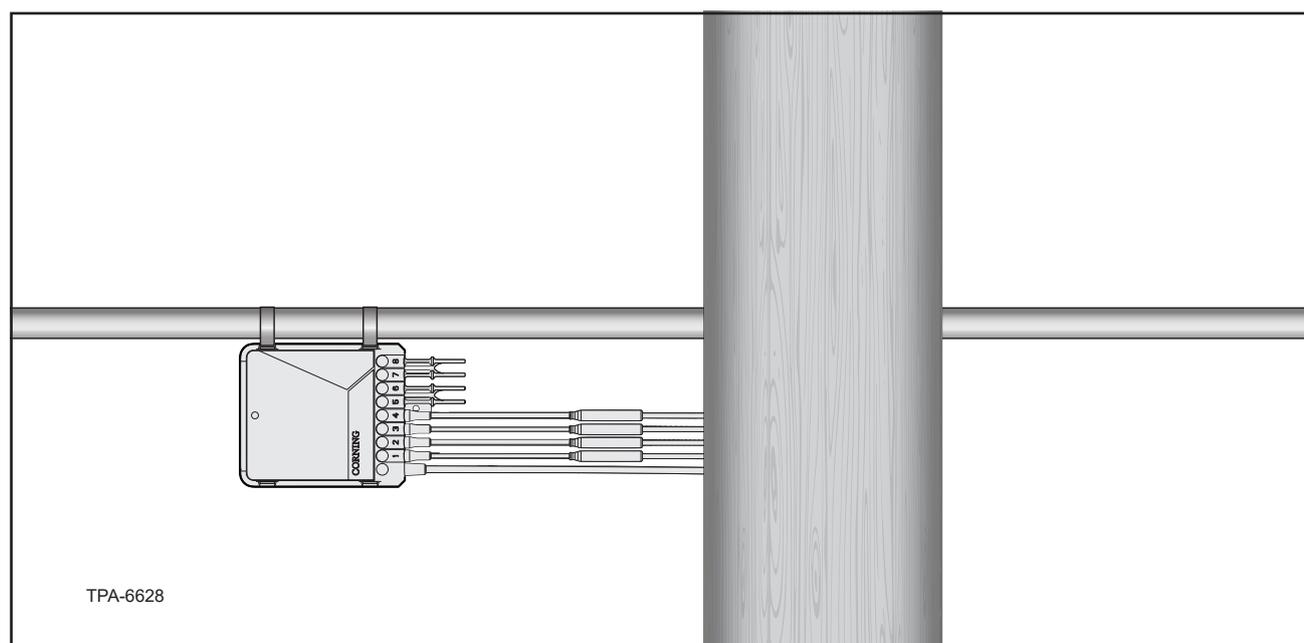

Figure 3
Étape 2 : installer le terminal selon la description ci-dessous pour votre site d'installation (Figure 3).